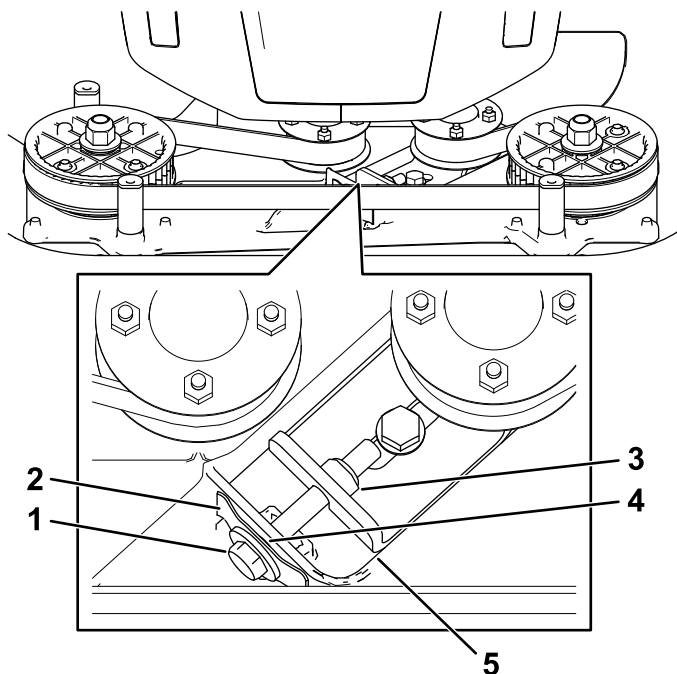

Bild 25
**Hinweis:** Wenn ein sichtbarer Abstand zwischen der Fühlerlehre und der Feder besteht, ziehen Sie die Einstellschraube und Mutter an, bis das Papier fast nicht mehr in den Abstand eingeschoben oder herausgezogen werden kann (Bild 25).